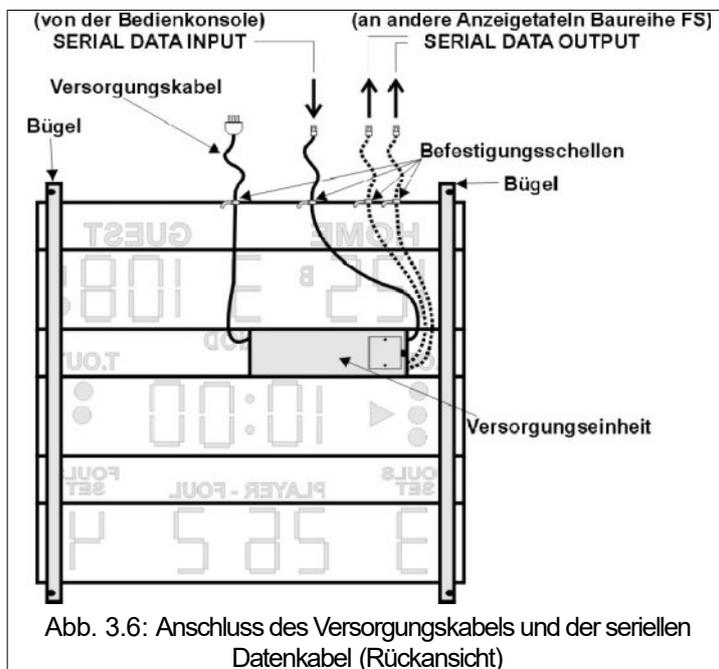

Abb. 3.6: Anschluss des Versorgungskabels und der seriellen Datenkabel (Rückansicht)
- Das Versorgungskabel in die entsprechende Steckdose stecken und das andere Kabelende mit der entsprechenden Schelle (siehe Abb.3.6) am oberen Bereich der Anzeigetafel befestigen; auf diese Weise ist
2. Für die zentralen Punktestandanzeigen werden außer dem langen seriellen Kabel für den Anschluss von der Bedienkonsole, auch drei 1 m lange Kabel geliefert. Eines dieser Kabel bitte in die Steckverbindung "SERIAL DATA INPUT" stecken und das andere Kabelende mit der entsprechenden Schelle (siehe Abb.3.6) am oberen Bereich der Anzeigetafel befestigen. Auf diese Weise wird der Anschluss des seriellen Kabels der Bedienkonsole einfacher, nachdem die Anzeigetafel an der Wand befestigt wurde.